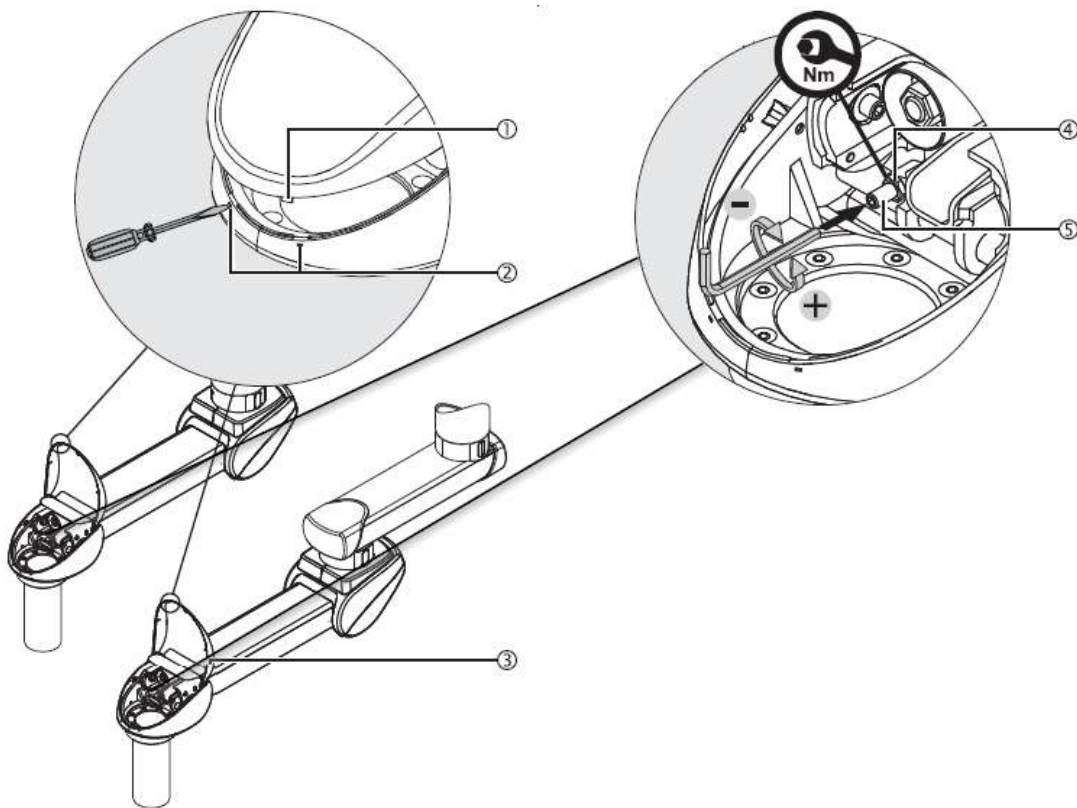

Abb.14 Einstellung der vertikalen Höhe an einem Federarm
- Lösen und drehen Sie die Sechskantmutter M12 (4) – ISO 4035 zurück.
- Setzen Sie den Inbusschlüssel in die Einstellschraube (5) ein.
- Um die vertikale Höhe zu verringern, drehen Sie den Inbusschlüssel nach links (gegen den Uhrzeigersinn), wie in Abbildung 14 dargestellt.
- Um die vertikale Hubhöhe zu vergrößern, drehen Sie den Inbusschlüssel nach rechts (im Uhrzeigersinn), wie in Abbildung 14 dargestellt.
- Ziehen Sie die Sechskantmutter M12 (4) – ISO 4035 fest.